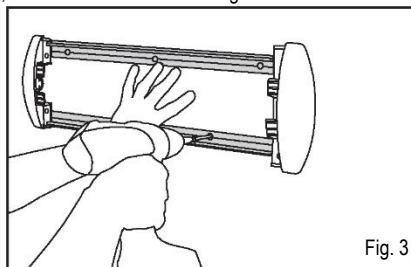

Fig. 3
- Misurare la lunghezza tra ciascun terminale o angolare e quindi tagliare la guida con una sega radiale. Praticare i fori sulla guida lungo le scanalature, iniziando da 20 mm dal bordo e lasciando non più di 750 mm tra un foro e l'altro. Posizionare le guide sulle linee mediane del muro e quindi marcare i punti in cui praticare i fori nel muro. Praticare i fori nel muro, inserire i tasselli e fissare le guide al muro (vedere fig. 3).